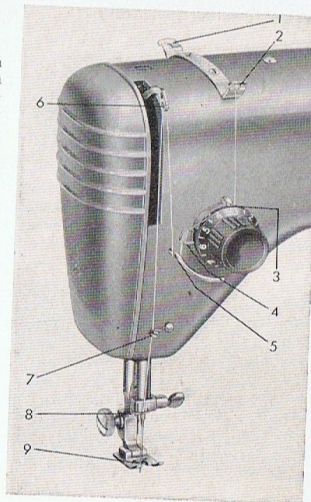

Abb. 12.
Den Fadengeber (6 in Abb. 12) durch Drehen des Schwungrades auf sich zu in seine höchste Stellung bringen. Die Garnrolle auf den einen Garnrollenstift aufsetzen (29 in Abb. 2).
Den Faden durch die Fadenführungen (1 und 2 in Abb. 12) und nach unten zwischen die innersten Spannungsscheiben (3) von rechts nach links, über die Spannungsfeder (4) und unter die Fadenführung (5) legen. Von da an, den Faden durch eines der Löcher des Fadengebers (6), dann durch die Fadenführung (7) und die Fadenführung am Nadelhalter (8) und die Nadelführung (8) einziehen. Die Nadel schliesslich von vorne einfädeln und den Faden ein Stück hinter der Nadel herausziehen.
Die Spannung des Oberfadens ist vom Druck abhängig, den die Spannungsscheiben (3 in Abb. 12) auf einander ausüben. Die Spannung wird mit einem Drehknopf